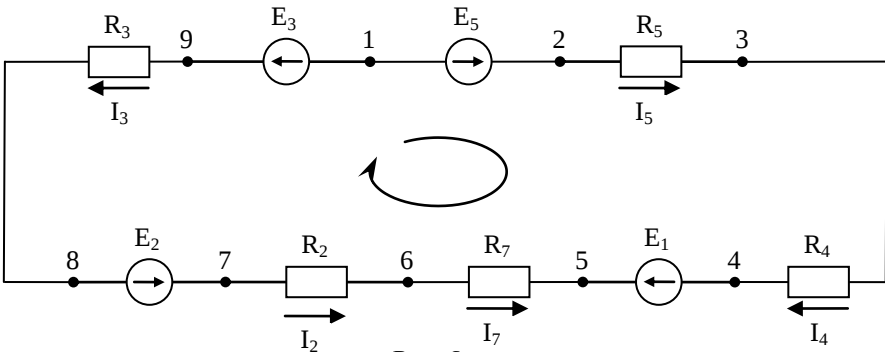

Рис. 6
Обозначим на схеме рис. 6 реальные направления токов и ЭДС внешнего контура. Примем потенциал точки (1) равным нулю, т.е. $\varphi_1 = 0$
Рассчитаем потенциалы всех точек, обходя контур по часовой стрелке (рис. 6).
Замечание. Источник тока учтен при расчете тока I_5 . Поэтому в схему рис.6 ЭДС E'_5 не включаем.